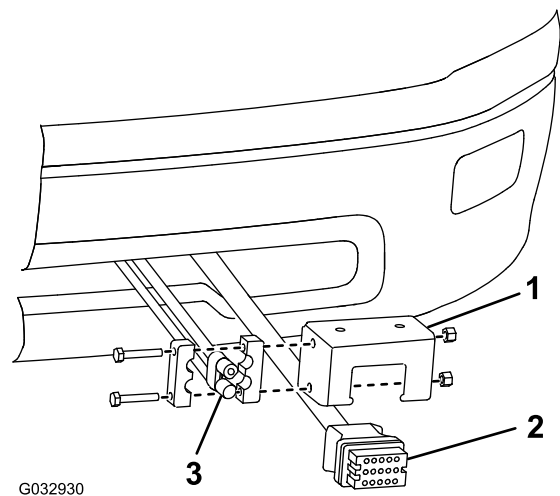

Bild 19
27. Befestigen Sie den Kabelbaumanschluss des Schneeschilds an der Fahrzeugseite mit der Befestigungshalterung für den Steuerkabelbaum am unteren Teil der Stoßstange an (Bild 19).
28. Befestigen Sie den schwarzen und roten Strom- bzw. Erdungsanschluss an der Befestigungshalterung des Steuerkabelbaums (Bild 19).